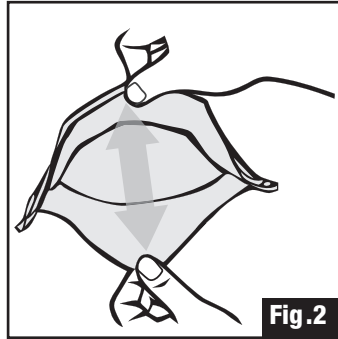

Fig. 2
2. Unfold the respirator by pulling top part (with nosepiece) up and bottom part down so the respirator is open all the way (Fig. 2). Straps should be held on the top panel.
2. Déplier le respirateur en élevant la partie supérieure (avec la pince nasale) et en abaissant la partie inférieure de manière à ouvrir complètement le respirateur (Fig. 2). Tenir les courroies sur le dessus du panneau supérieur.
2. Desdoble el respirador al jalar la parte superior (con pieza nasal) hacia arriba y la parte inferior hacia abajo, de modo que el respirador quede totalmente abierto (Fig. 2). Las bandas deben quedar sostenidas en el panel superior.